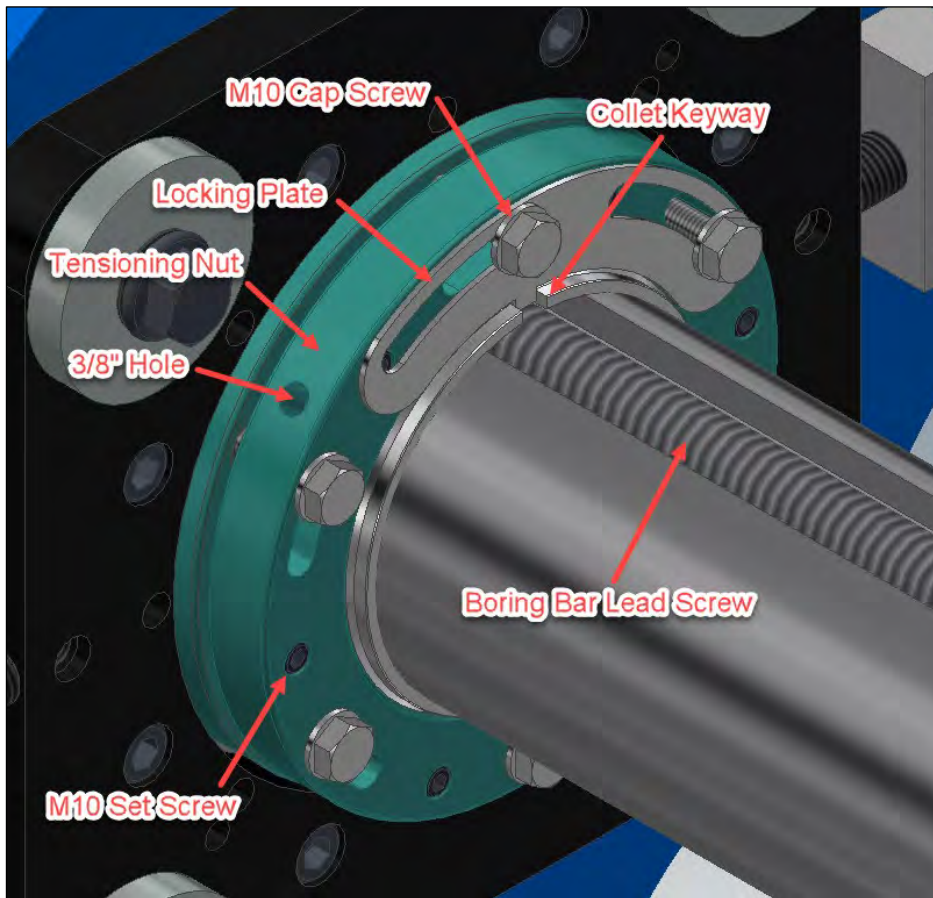

Figure 10. Composants du palier Imperial
2. Vérifiez si les rainures de tensionnement sont positionnées à gauche des boulons (voir Figure 10).